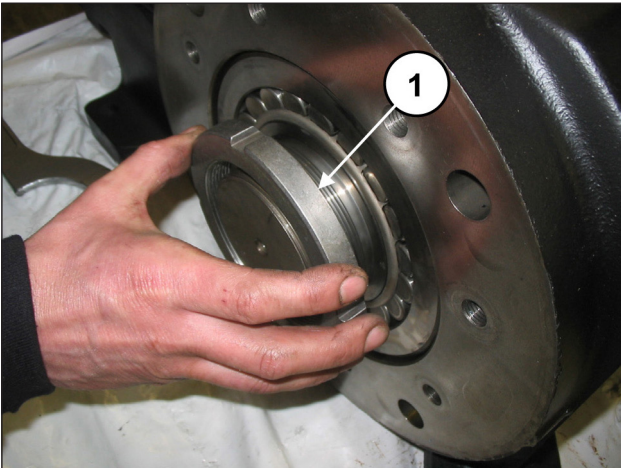
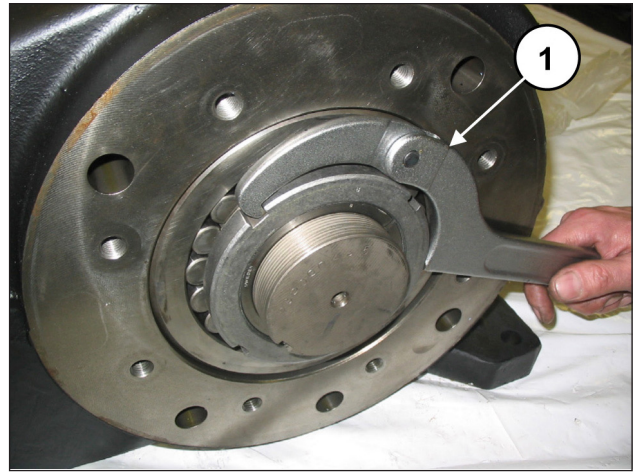

Fig. 19
Fig. 20
Visser une bague type SKF KM19 sur la douille de pression (rep. ①, Fig. 19) puis utiliser une clé appropriée pour desserrer la douille (rep. ①, Fig. 20).